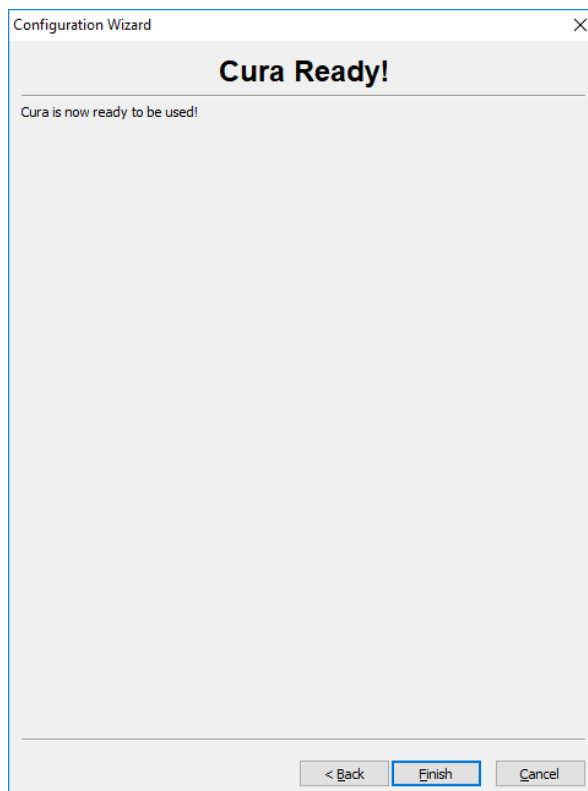

Рис. 11
4. Вот и вся настройка. Следующим шагом Cura сообщает нам, что готова к работе (рис. 11), и предлагает нажать кнопку **Finish**, после чего запускается сам слайсер.